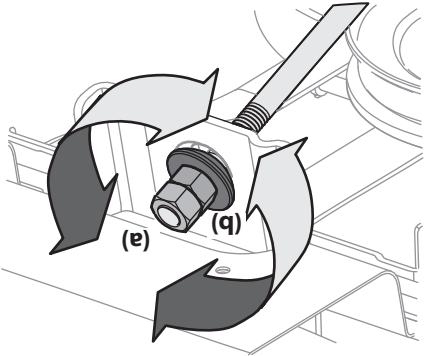

Figure 4-6
6. Pour abaisser l'avant du plateau de coupe, retirez le capuchon, desserrez l'écrou supérieur, puis desserrez l'écrou inférieur (en l'éloignant du support de relavage). Voir Figure 4-6. Après avoir complété le réglage, resserrez l'écrou supérieur et remplacez le capuchon.